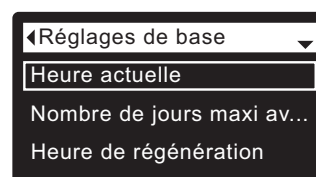

FIG. 35
3. Appuyez sur le SÉLECTEUR (O) pour afficher le menu des réglages de base (cf. Figure 35).
7. Appuyez sur le SÉLECTEUR (O) : l'afficheur revient au menu des réglages de base (Figure 35).